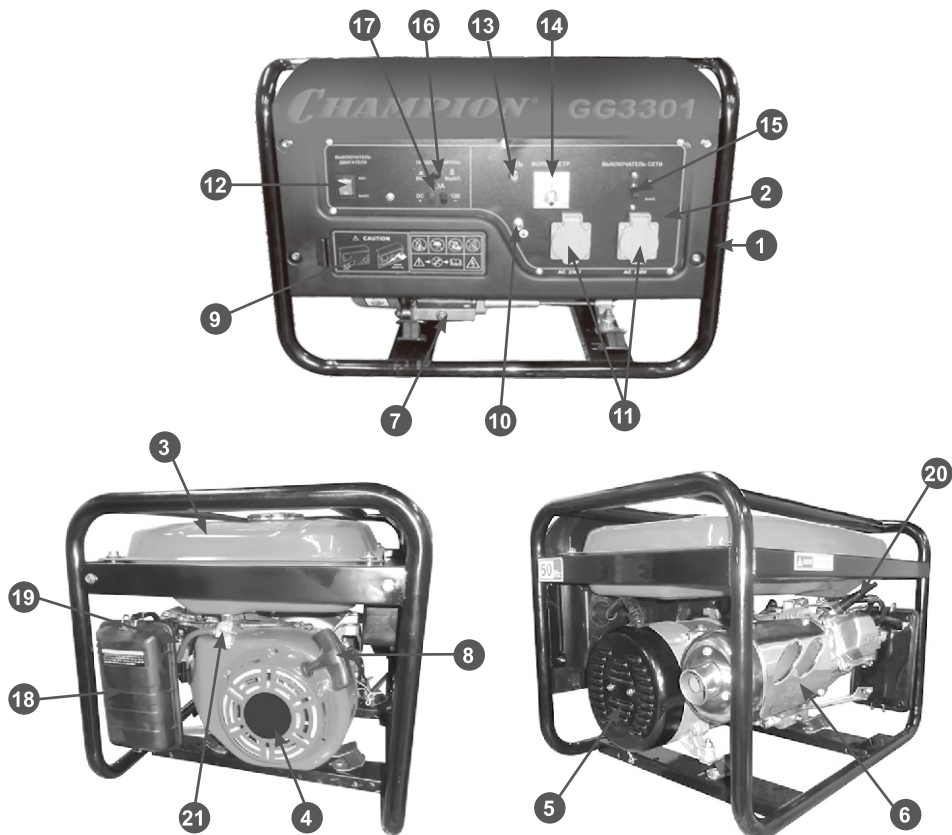

Рис. 1 Расположение основных узлов и органов управления генератора
Расположение основных узлов и органов управления генератором представлено на Рис. 1.
2. Снимите крышку 9 на панели управления (Рис. 1).